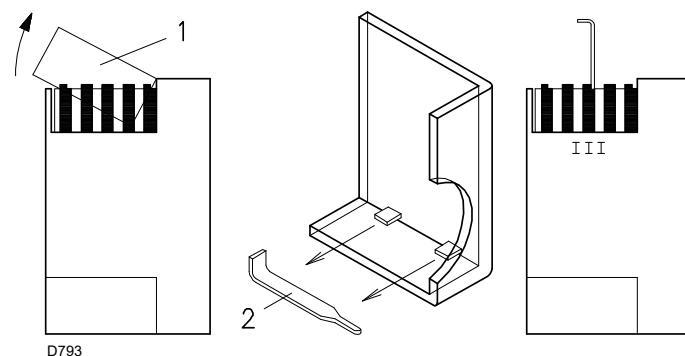
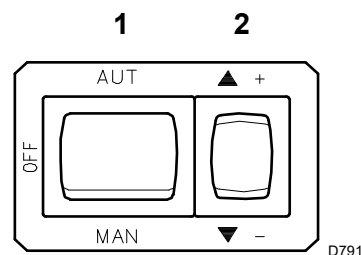

Fig. 23
Fig. 25
Fechar os termóstatos/pressóstatos e colocar o interruptor Fig. 25 na posição **"MAN"**.
A potência MÁX. é seleccionada dentro do "Campo de trabalho" a pág. 9. Na descrição anterior, deixámos o queimador aceso, funcionando na potência MÍN. Pressionar agora a tecla 2)(Fig. 25) "aumento de potência" e mantê-la pressionada até que o servomotor abra o registo de ar e a válvula borboleta do gás a 90°.
A potência MÍN é seleccionada dentro do "Campo de trabalho" a pág. 9. Pressionar o botão 2)(Fig. 25) "diminuição da potência" e mantê-lo pressionado até que o servomotor tenha fechado o registo de ar e a válvula borboleta do gás até 15° (ajuste de fábrica).
- Se deseja diminuí-lo, reduzir um pouco o ângulo da came III (Fig. 23) através de curtos e sucessivos deslocamentos, isto é, passando do ângulo de 15° a 13° - 11°....
- Se é necessário aumentá-la, pressionar um pouco o botão "aumento de potência" 2)(Fig. 25) (abrir de 10-15° a borboleta do gás), aumentar o ângulo da came III (Fig. 23) com curtos e sucessivos deslocamentos, isto é, passando do ângulo de 15° a 17° - 19°....
O servomotor segue a regulação da came III somente quando se reduz o ângulo da came. Se necessário aumentar o ângulo da came, deve-se primeiro aumentar o ângulo do servomotor com a tecla "aumento de potência", depois aumentar o ângulo da came III e finalmente recolocar o servomotor na posição de potência MÍN com a tecla "diminuição de potência". Para a eventual regulação da came III, retirar a tampa 1 (Fig. 23), inserida com disparo, como indicado na Fig. 23, retirar a chave apropriada 2)(Fig. 23) do seu interior e introduzi-la no encaixe da came III.
Apertar um pouco o botão 2)(Fig. 25) "aumento de potência", de forma que o novo parafuso 5)(Fig. 23) apareça dentro da abertura 6)(Fig. 23), e regulá-lo até obter uma combustão óptima.
Proceder da mesma forma com os restantes parafusos. Prestar atenção para que a variação do perfil da came seja progressiva. Apagar o queimador através do interruptor 1)(Fig. 25), (posição OFF), desbloquear a came de perfil variável, colocando a ranhura 2)(Fig. 25) do servomotor na posição vertical e verificar várias vezes, fazendo rodar à mão a came para a frente e para trás, que o movimento seja suave e sem obstáculos. Se possível, tentar não deslocar os parafusos dos extremos da leva, regulados anteriormente para a abertura do registo do ar à potência MÁX e MÍN.
- removendo a cobertura e actuando no interruptor "AUT/MAN" da Fig. 25.